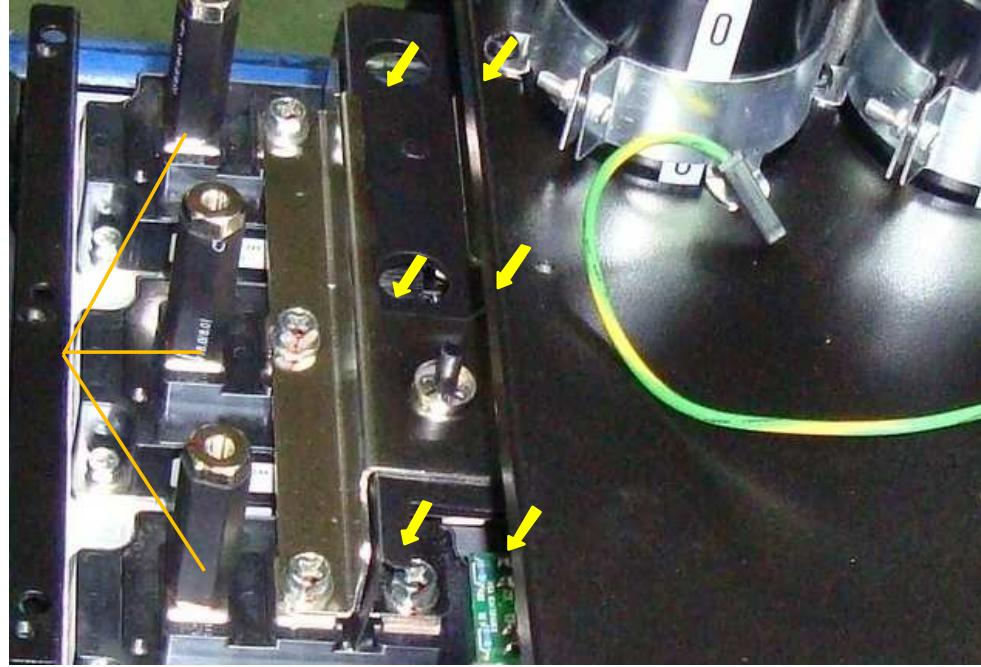

Рис. 7.14
11. вкрутить неплотно шесть винтов крепления шин «+» и «-» блока конденсаторов в контакты «2», «3» модулей IGBT (рис. 7.14, желтые стрелки).